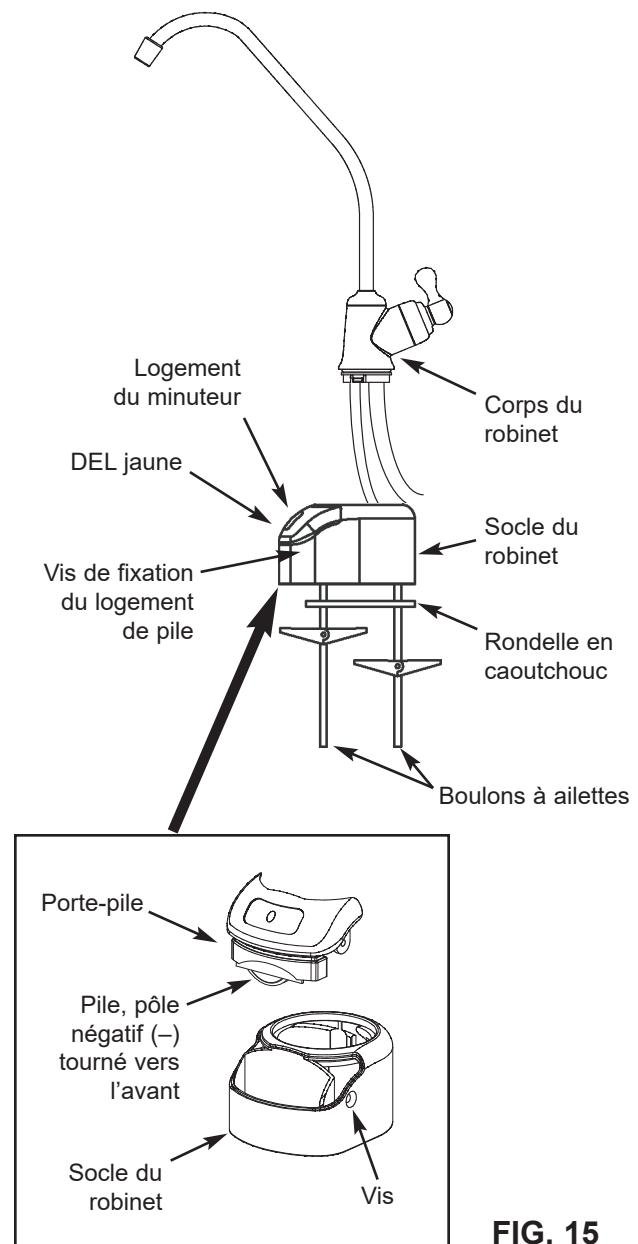

FIG. 15
1. Repérez et ordonnez les pièces détachées du robinet OI. Référez-vous à la Fig 15.
2. Levez le logement de pile pour le sortir du socle. Voir Fig. 15.
5. Remettez en place le logement de pile, puis revissez-le fermement. Voir Fig. 15.